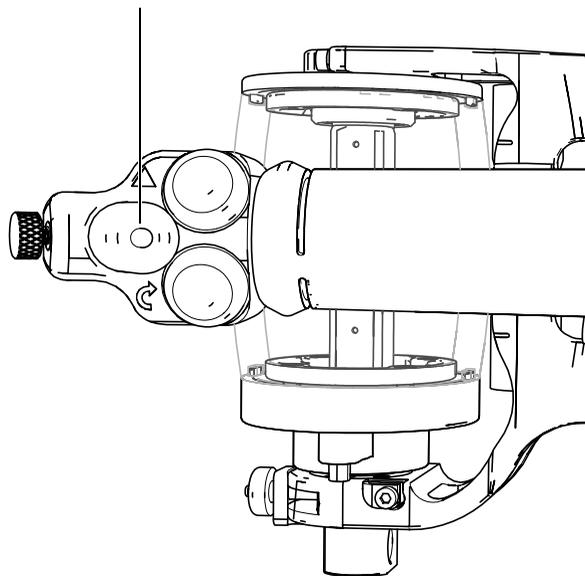

图 5-3 激光导向装置外壳顶部的开/关按钮
3. 按下激光导向装置外壳顶部的开/关按钮，启动激光导向装置（参见第66页的图 5-3）。
19. 按下激光导向装置外壳顶部的开/关按钮，关闭激光导向装置（参见第66页的图 5-3）。